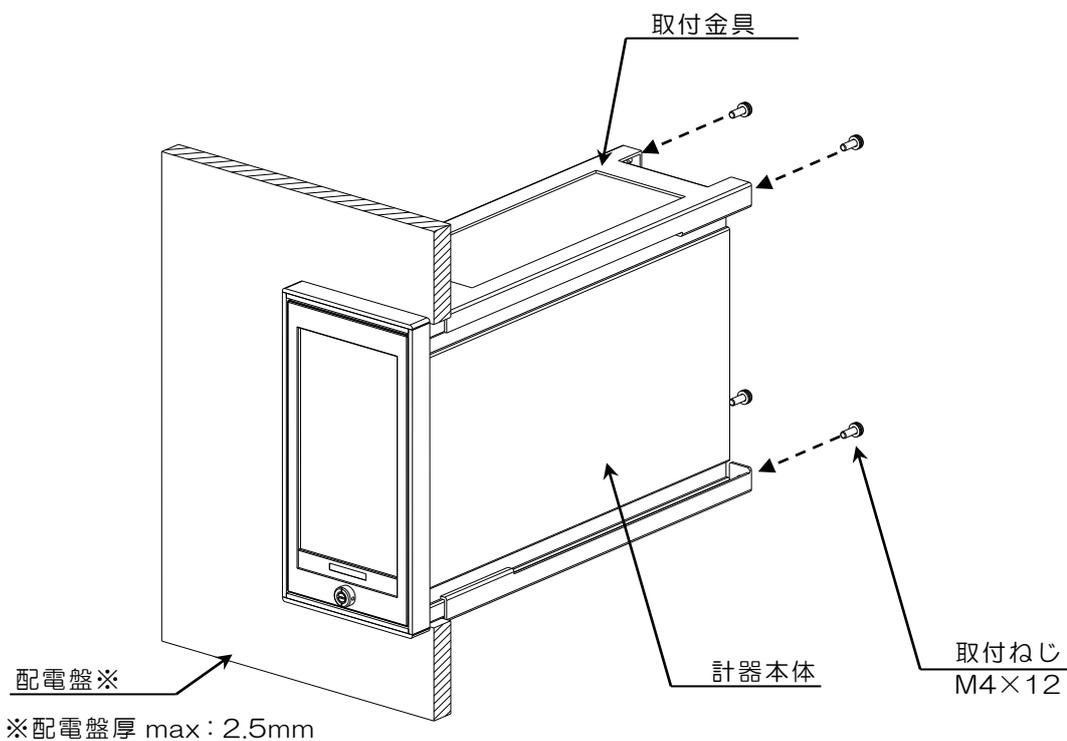

図 2. 取付方法
- (2) 計器本体外周溝に挿入されている取付金具を取外した後、配電盤取付穴に計器本体を配電盤前面より挿入し、配電盤後側より取付金具、取付ねじにて計器本体を固定してください。（図 2 の取付方法参照）
- (3) 取付金具が、本体横の溝に確実に吻合していることを確認してください。
- (4) 取付ねじの締め付けトルクは、 $0.9 \sim 1.1 \text{ N} \cdot \text{m}$ で確実に配電盤に固定してください。